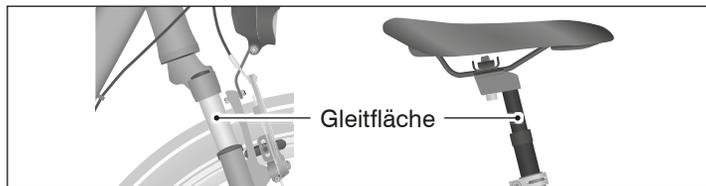

Abb.: R-1 Gleitfläche an der Federgabel (links) und an der Federsattelstütze (rechts).
- Entfernen Sie Verschmutzungen an den Gleitflächen und angrenzenden Dichtungen sofort mit einem sauberen, ggf. leicht eingeeölten Tuch (siehe Abb.: R-1).